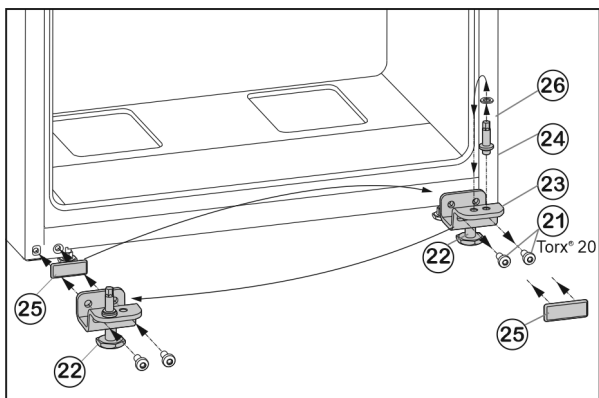

Fig. 7
- ▶ Odvijte pričvrstne vijke Fig. 7 (21).
- ▶ Skinite cijeli podložak ležaja dolje Fig. 7 (23) zajedno sa svornjakom ležaja Fig. 7 (24), pločicom Fig. 7 (26) i podesivom nožicom Fig. 7 (22).
- ▶ Potpuno odvijte svornjak ležaja Fig. 7 (24) zajedno s pločicom Fig. 7 (26), premjestite ga u suprotnu prihvatnu rupu podloška ležaja i ponovo zavijte.
- ▶ Pažljivo skinite poklopac Fig. 7 (25) i premjestite ga na drugu stranu.
- ▶ Cijeli podložak ležaja dolje Fig. 7 (23) zajedno sa svornjakom ležaja Fig. 7 (24), pločicom Fig. 7 (26) i podesivom nožicom Fig. 7 (22) ponovno pričvrstite na novoj strani šarke, po potrebi uz pomoć odvijača na baterije (**s 4 Nm**).
- ▶ Stavite vrata odozgo na svornjak ležaja Fig. 7 (24).
- ▶ Odvijte podesivu nožicu Fig. 7 (22) napodlošku ležaja dolje Fig. 7 (23) tako da se podupre o pod.